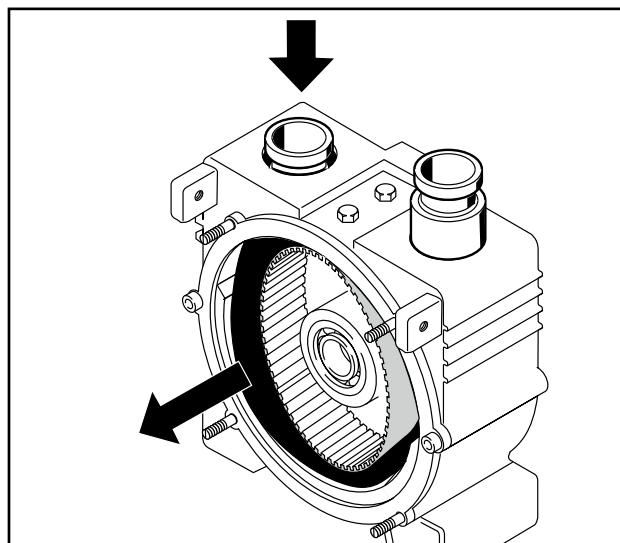
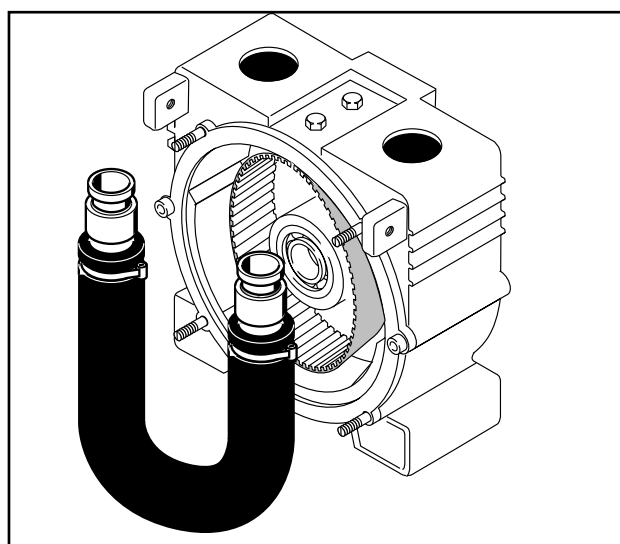

Fig. 12 Desmontaje de la manguera de bombeo
Fig. 13 Desmontaje de la manguera de bombeo
8. Repliegue la manguera de bombeo en la carcasa por el lado de descarga; luego repliéguela por el lado de succión y extraígalas (Fig. 12 y Fig. 13).